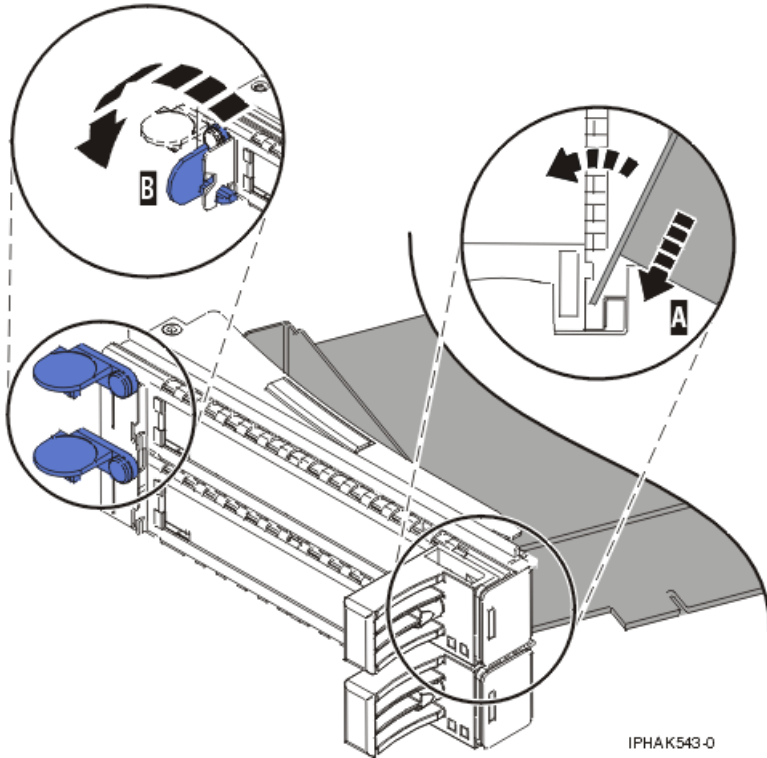
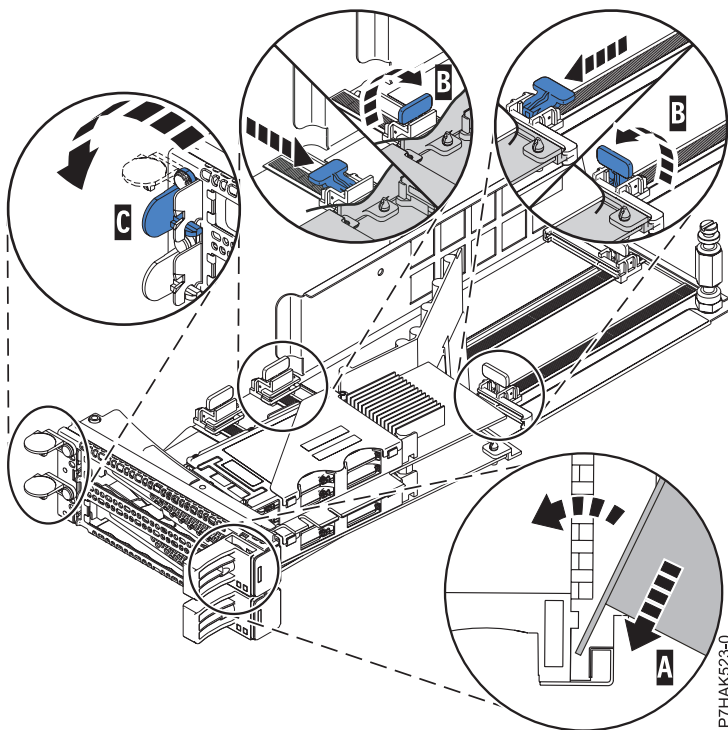

Figure 146. Remplacement de la carte de la cassette de cartes PCI
Figure 147. Remplacement d'une carte PCIe RAID et SSD SAS dans la cassette de la carte PCI
- a. Placez le levier de blocage de la contre-poupée en position ouverte, insérez fermement la carte dans le bloc de retenue (**A**). Pour une carte PCI standard, voir figure 146, à la page 164. Pour une carte PCIe RAID et SSD SAS, voir figure 147, à la page 164.